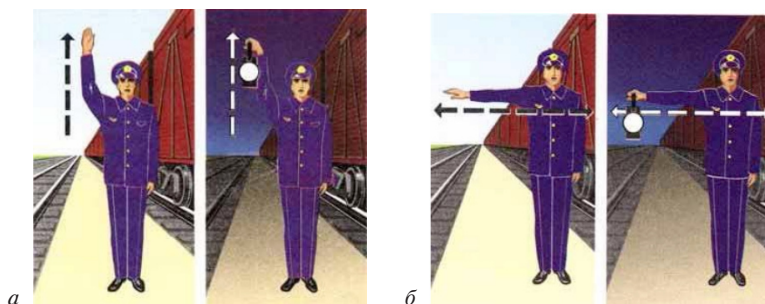

Рис. 4.7. Сигналы, подаваемые машинисту проводником при сокращенном опробовании тормозов:
- требование машинисту произвести пробное торможение (после устного предупреждения): днем — поднятой вертикально рукой, ночью — поднятым ручным фонарем с прозрачно-белым огнем (рис. 4.7, *а*). Машинист отвечает одним коротким свистком локомотива и приступает к торможению. Проводник производит осмотр колесных пар (прижатие тормозных колодок и выход штока тормозного цилиндра);
- требование машинисту отпустить тормоза: днем — движениями руки перед собой по горизонтальной линии, ночью — такими же движениями ручного фонаря с прозрачно-белым огнем (рис. 4.7, *б*). Машинист отвечает двумя короткими свистками локомотива и отпускает тормоза. Проводник осматривает тормозные колодки (они должны отойти).